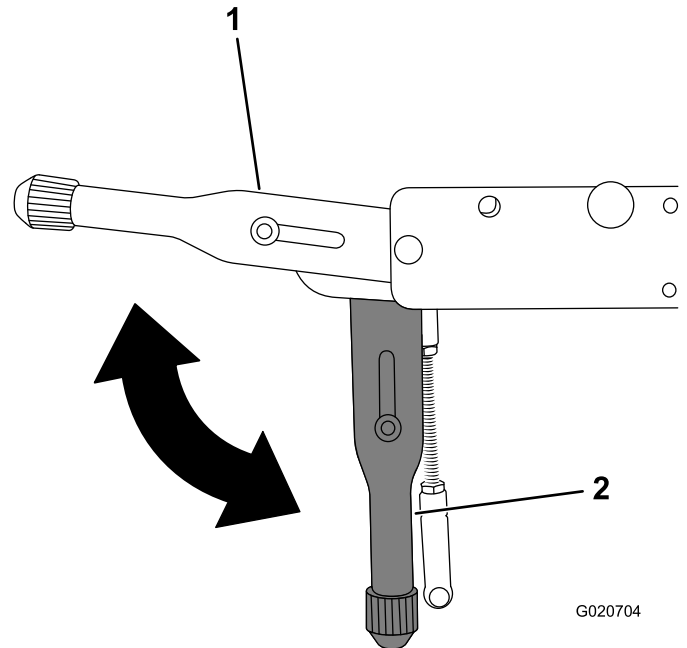

Figure 29
2. Tirez le levier de frein de stationnement vers le haut pour serrer le frein et mettez le moteur en marche (Figure 29).
5. Abaissez le levier de frein de stationnement pour desserrer le frein (Figure 29).
2. Serrez le frein de stationnement (Figure 29).
6. Desserrez le frein de stationnement (Figure 29).
3. Desserrez le frein de stationnement (Figure 29).